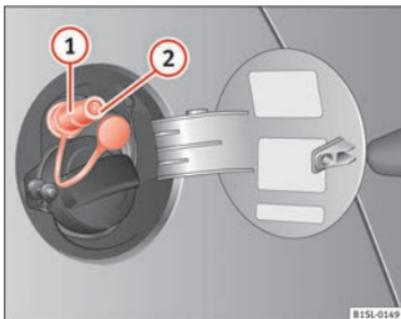

Fig. 110 Tapa del depósito abierta: boca de carga de gas (1), retén de la boca de carga (2).
- Destape la boca de carga de gas ⇒ fig. 110